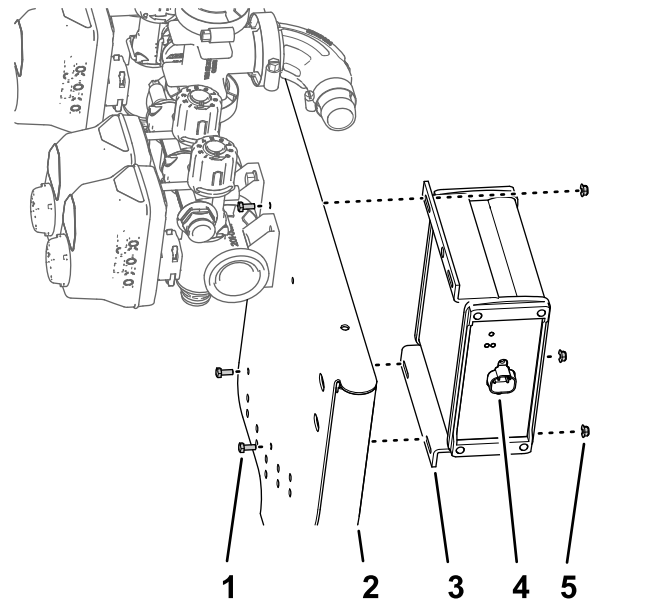

Figure 97
1. Placez le contrôleur de pulvérisateur ASC 10 devant la face avant du support de vannes, le connecteur à 4 broches dirigé vers l'extérieur (Figure 97).
2. Fixez le contrôleur au support de vannes (Figure 97) à l'aide des 3 boulons (3 x 10 mm) et des 3 contre-écrous à embase (4 mm).